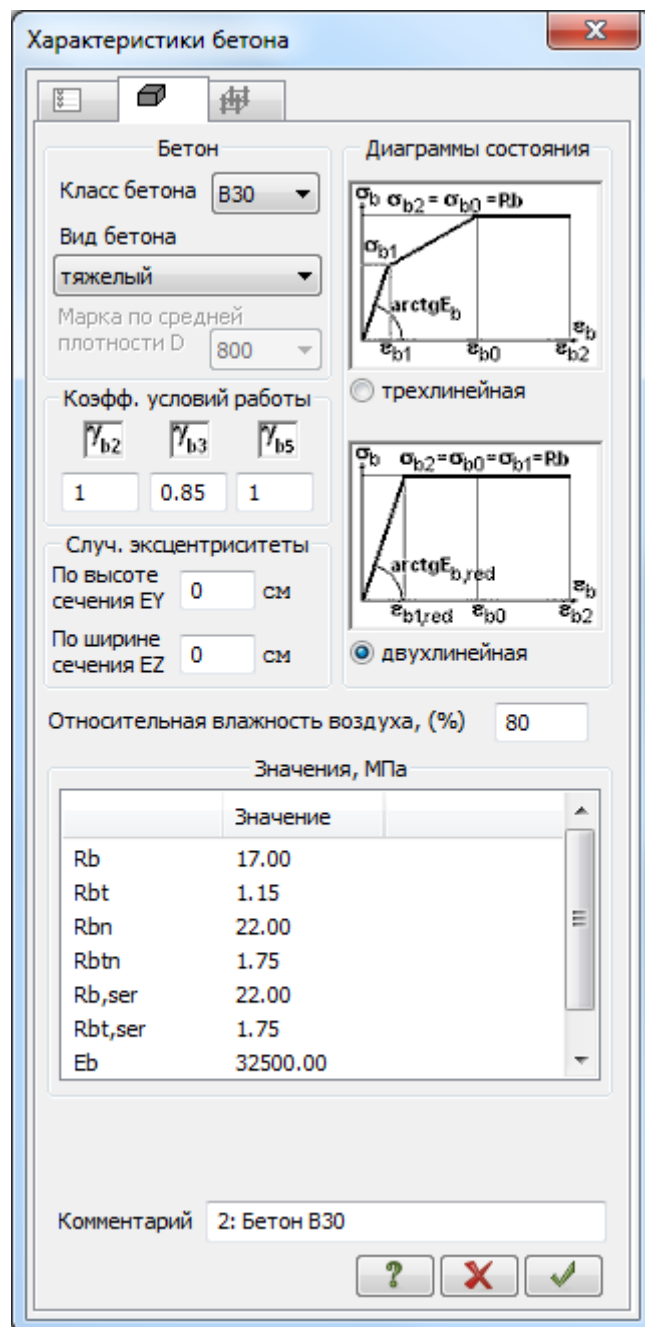

Рис.18.5. Диалоговое окно Характеристики бетона
- На экран выводится диалоговое окно **Характеристики бетона** (рис.18.5), в котором задайте коэффициент условий работы  $\gamma_{b3}=0,85$ . Коэффициенты условий работы бетона  $\gamma_{bi}$  необходимо учитывать в соответствии с СП 63.13330.2012 п. 6.1.12. В ЛИРА САПР вводится произведение коэффициентов условий работы, кроме коэффициента, учитывающего длительность действия нагрузки  $\gamma_{b1}$ . В рамках данного примера учитывается коэффициент  $\gamma_{b3} = 0.85$  – при высоте слоя бетонирования более 1.5м.